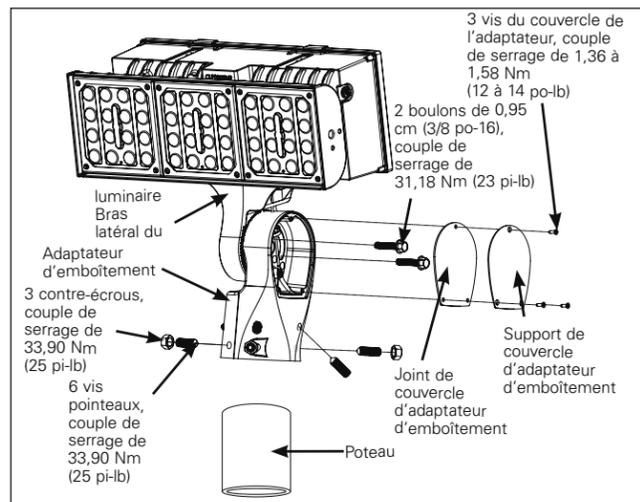

Figure 4.
Montage de l'adaptateur d'emboîtement (figures 4, 5)
- Une fois le luminaire orienté de façon appropriée, serrez à la main les trois (3) vis de réglage angulaires pour fixer solidement le luminaire. Serrez à la main les trois (3) vis de réglage inférieures, puis les vis de réglage angulaires supérieures à un couple de 33,90 Nm (25 pi-lb). Installez les trois (3) écrous hexagonaux sur les vis de réglage inférieures et serrez les trois (3) vis de réglage et les (3) écrous à un couple de 33,90 Nm (25 pi-lb) (fig. 4).
- Desserrez les deux (2) boulons à embase de 0,95 cm (3/8 po-16) situés dans les fentes pour régler les angles du luminaire. Une fois les réglages d'angle effectués, serrez à un couple de 31,18 Nm (23 pi-lb). Le luminaire peut être réglé à un angle entre -10 et 80 degrés par rapport à l'horizontale.
- Remettez le couvercle d'accès sur le bras. Serrez les trois (3) vis n° 8 à un couple d'environ 1,36 à 1,58 Nm (12 à 14 po-lb).